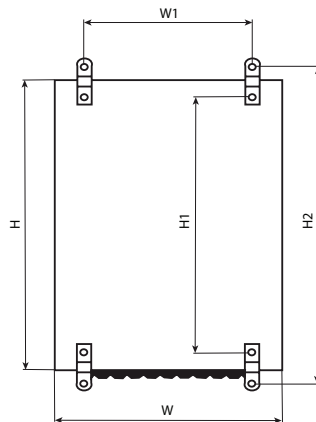

Рис. 1. Вид корпуса сзади.
2.2. Переменные технические данные, габаритные и присоединительные размеры (табл. 2; рис.1).